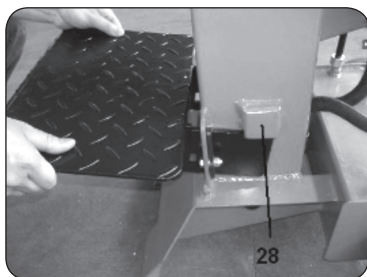

Figura 5
Dependiendo de la longitud de corte de la madera, el panel puede fijarse en tres alturas: 570mm, 770mm y 1060mm, inserte el panel en los soportes adecuados (28). Garantice el panel con la palanca de bloqueo (29) en ambos lados, las palancas de bloqueo del panel se fijan en cada posición de montaje. (Figura 5 y 6)